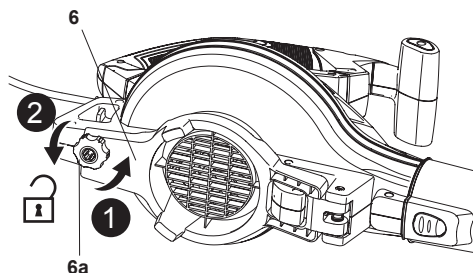
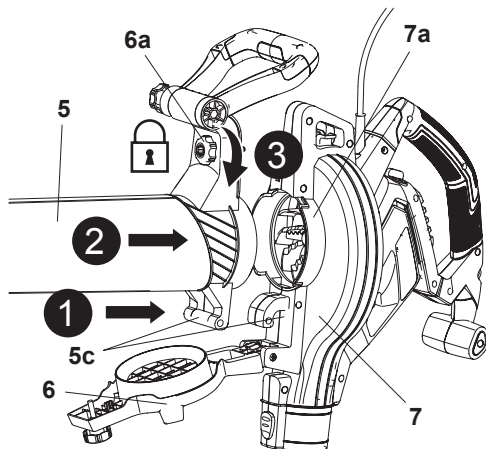

Fig. 4
Fig. 5
Dévisser le bouton de verrouillage (6a) dans le sens antihoraire, puis retirer le couvercle de l'impulseur (6) (Fig. 4, étapes 1, 2) et le maintenir en place. Accrocher le saillant du tuyau (5) pour suspendre (5c) à l'unité principale (7), puis insérer l'ensemble du tuyau (5) dans le port d'aspiration (7a) jusqu'à la butée (Fig. 5, étapes 1, 2).
- Serrez le bouton de verrouillage (5b) dans le sens horaire pour fixer l'ensemble du tuyau d'aspiration en place (Fig. 5, étape 3). Vous pouvez entendre un clic une fois que le bouton de verrouillage (5b) est correctement en place et l'interrupteur intégré sera activé.